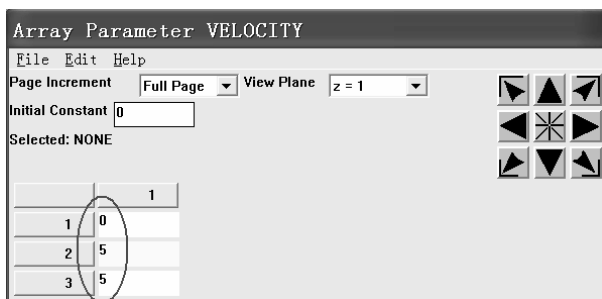

图 5-16 “Array Parameter VELOCITY” 窗口
(6) 单击“Array Parameter TIME”窗口左上角的“File”下拉菜单，再单击下拉菜单中出现的“Apply”，再次单击“Array Parameter TIME”窗口左上角的“File”下拉菜单，接着单击下拉菜单中出现的“Quit”，返回到“Array Parameters”窗口。
(7) 单击选中“Array Parameters”窗口中的“VELOCITY”，然后单击“Edit...”按钮，弹出“Array Parameter VELOCITY”窗口（见图 5-16）。在“Array Parameter VELOCITY”窗口左下方的三个方框中依次填入“0”、“5”、“5”。